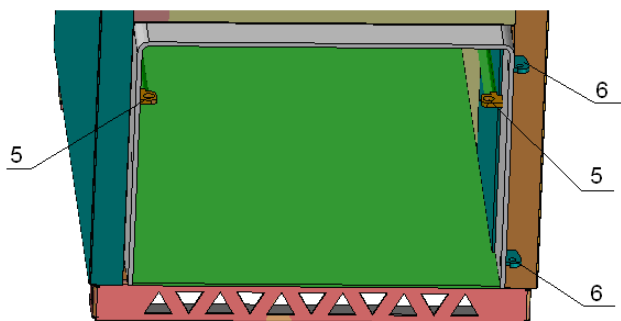
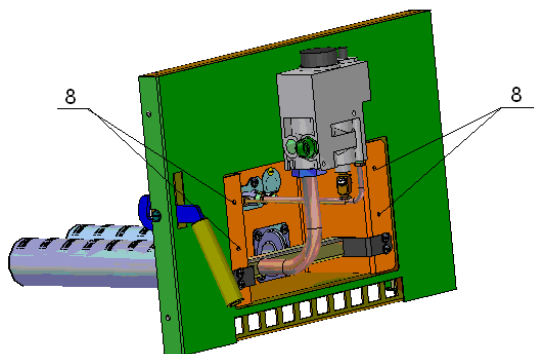
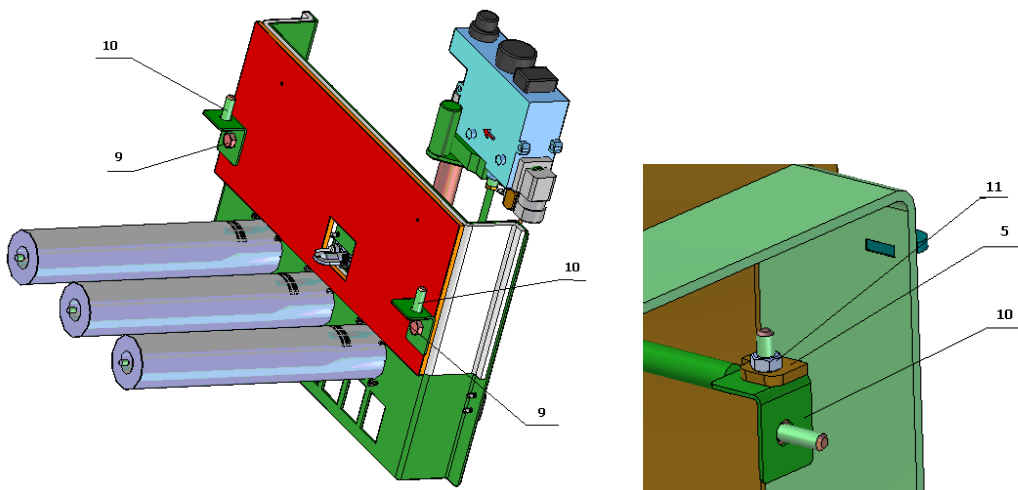

Рис.13 Крепление горелок УГТ-14...;
Рис.15 Дверца в сборе с горелкой УГт
Рис.19 Крепление горелок УГТ-35...; УГТ-45... и УГТ-55...
7.3 На кронштейны 6 (рис.13) для котлов КС-ТГ/ТГВ – 11/12...; КС-ТГ/ТГВ – 12/16...; КС-ТГ/ТГВ – 15/16...; КС-ТГ/ТГВ – 16/20... и КС-ТГ/ТГВ – 20/20... надевается дверца из комплекта горелок УГТ... (табл.2) в сборе с горелкой (рис.15).
7.5 У котлов **КС-ТГ/ТГВ-30/30...; КС-ТГ/ТГВ-40/40...** для крепления горелок УГт (**рис.19**) требуется: снять кронштейны 10 (левый и правый) с щитка горелки и установить на кронштейны 5 (**рис.13,19**) котла.